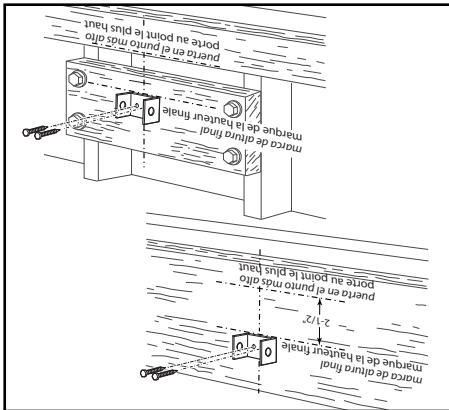

FIG. 2-3
necesita estar arriba del cabal para la abertura de la puerta del garaje, usted necesita agragar una "superficie de montaje". Un larguero de 2" x 6" bien sujetado (larguero y herrajes no se incluyen) a los montantes de pared en cuatrinchos de los lados de su marca será suficiente (Fig. 2-3).
- Sostenga el soporte del travesaño contra la pared (Fig. 2-3).
- Sujete el soporte del travesaño con 2 pijas (provistos) (Fig. 2-3).
REMARQUE: Si l'emplacement du support de l'inéau doit se trouver au-dessus du linteau ajoutez une surface de montage. Une colonne de 5 x 15 cm (2 x 6 po) bien fixée (la colonne et les attaches ne sont pas incluses) le long des goulons du mur sur l'un des côtés de votre marque suffit (Fig. 2-3).
- Placer le support de linteau sur le mur (Fig. 2-3).
- Fixer le support de linteau à l'aide de 2 vis tire-fond (fourmies) (Fig. 2-3).